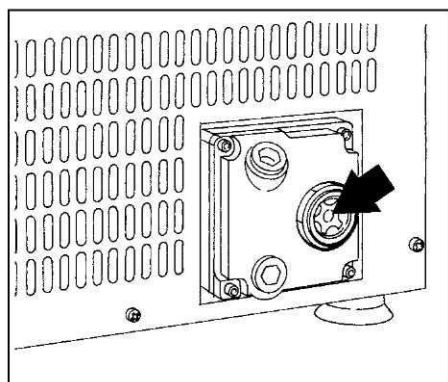

Рис. 2
- Проверить уровень масла в насосе при помощи смотрового стекла (рис. 2).